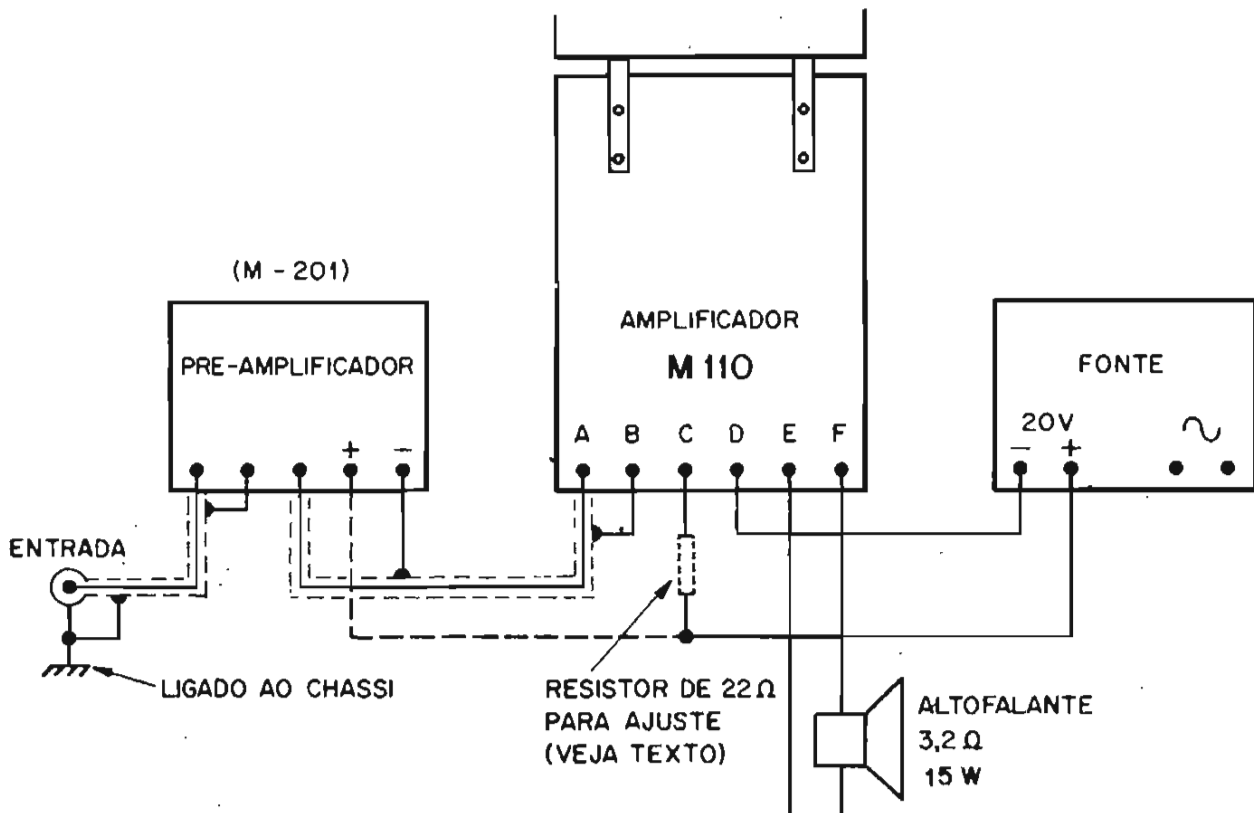

Figura 13 - Interligação do módulo amplificador M-110 à fonte de alimentação e ao pré-amplificador.
- 3 - Ligue o resistor de  $22\Omega$  ao terminal C (ver figura 13).
- 1 - O módulo encontra-se agora em condições de funcionar, bastando para isso desfazer a interligação entre A e B antes de ligar um pré-amplificador a estes pontos, conforme indicado na figura 13.
A figura 13 mostra a interligação a um pré amplificador.